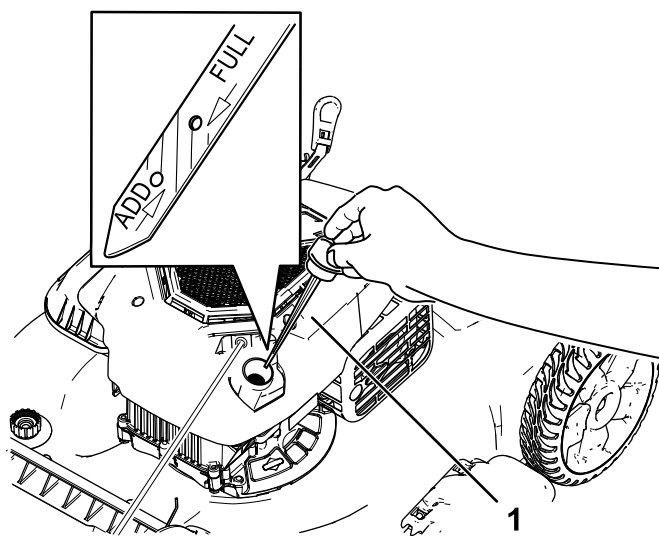

Bild 12
2. Entfernen Sie den Peilstab, indem Sie den Deckel nach links drehen und herausziehen (Bild 12).
5. Lesen Sie den Ölstand am Peilstab ab. (Bild 12)
- Wenn der Ölstand am Peilstab zu niedrig ist (Bild 12), füllen Sie langsam etwas waschaktives Öl (SAE 30 oder SAE 10W-30) in den Öleinfüllstutzen, warten Sie drei Minuten und wiederholen Sie dann die Schritte 3 bis 5, bis der Ölstand am Peilstab
- Wenn der Ölstand am Peilstab zu hoch ist (Bild 12), lassen Sie Öl ab, bis der Ölstand am Peilstab richtig ist, siehe Wechseln des Motoröls \(Seite 18\).